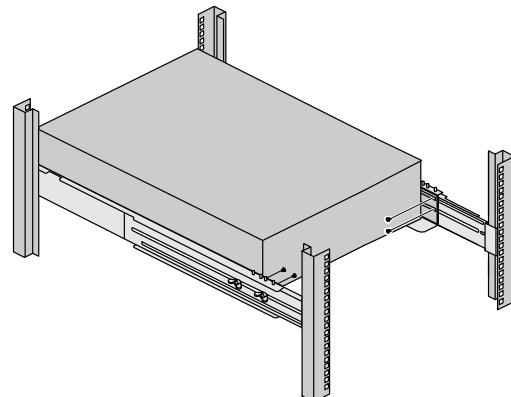

Рисунок 10. Крепление задних прижимных скоб
14. Опции. Если вы установили задние прижимные скобы, закрепите скобы на задних направляющих с помощью двух винтов для каждой скобы (см. Рисунок 10).